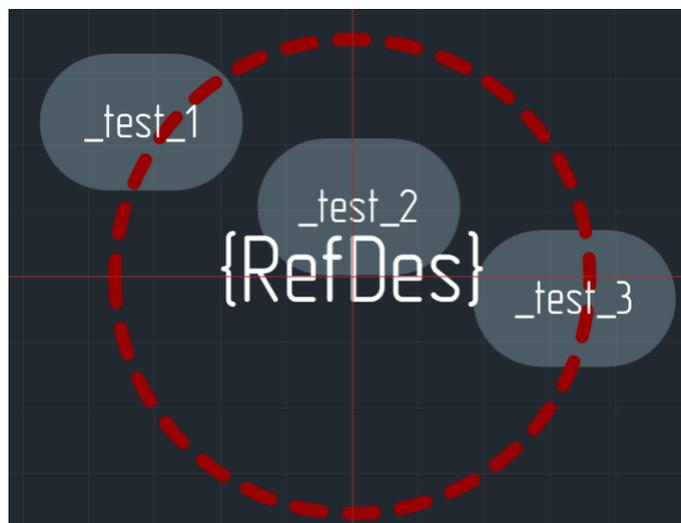

Рис. 148 Перенумерация вдоль линии
3. Отпустите левую кнопку мыши, все контактные площадки, которые попали на линию, будут выбраны и последовательно перенумерованы, см. Рис. 148.